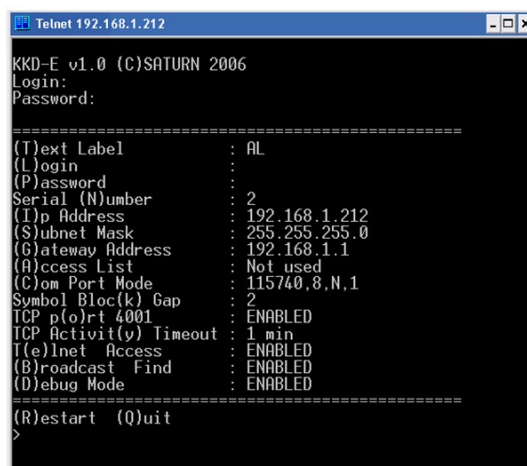

Рисунок 32 – Внешний вид окна терминала в режиме конфигурации по сети
5. При вводе правильного логина и пароля появится следующее сообщение (рисунок 32).